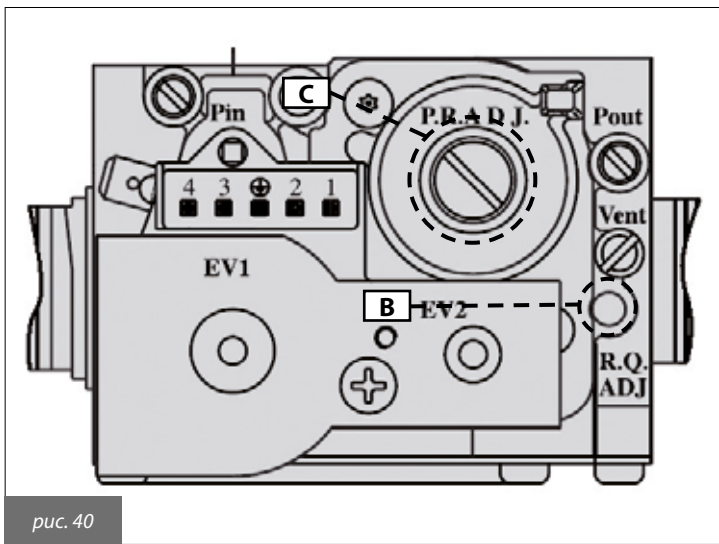

рис. 40
- Удостовериться, что комнатный термостат (опция), если таковой имеется, включен (ON).
- Отрегулировать уровень содержания углекислого газа (CO2) в дымовых газах с помощью соответствующего регулятора В (рис. 40) удостовериться, что его величина находится в пределах, указанных в таблице 16. Не выключая режим «трубочист», перейти к следующему этапу — регулировке минимальной мощности.
- Отрегулировать уровень содержания углекислого газа (CO2) в дымовых газах с помощью соответствующего регулятора offset С (рис. 40) и удостовериться, что его величина находится в пределах, указанных в таблице 18.